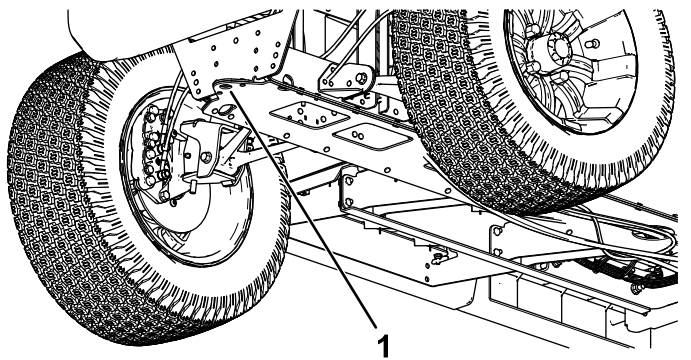

Figura 26
- Il punto di sollevamento nella parte anteriore della macchina si trova davanti al telaio dietro al timone di traino (Figura 26).